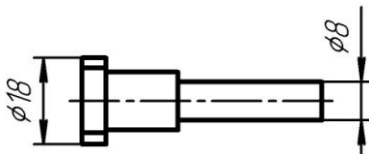

Рис. 4. Редактирование файла-источника
6. Настройте многооконный режим работы. Перестройте верхнюю и нижнюю части пуансона так, чтобы их диаметры были равны 18 мм (вместо 20 мм) и 8 мм (вместо 10 мм) для вырубki наружного диаметра шайбы (рис. 4). Можно использовать команду *Деформация сдвигом*.